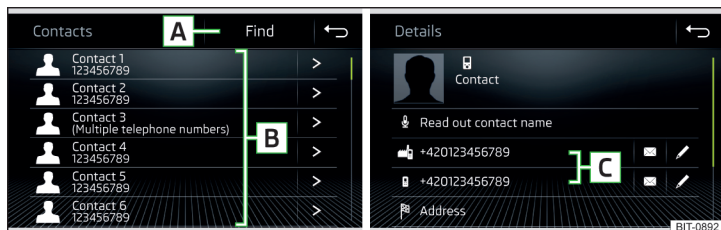

Fig. 190 Lista contactelor telefonice/detaaliile contactului
- ▶ În meniul principal *Telefon*, atingeți suprafața de comandă funcții ☞, se afișează o listă a contactelor telefonice » fig. 190.